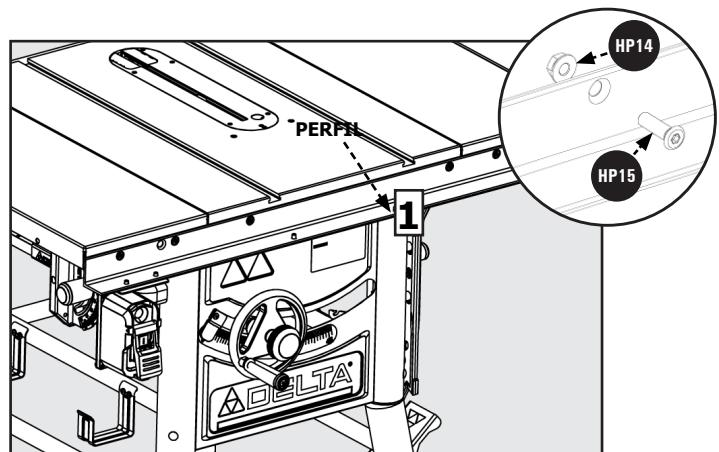

Figura 5
- Utilizando la llave Allen de mango en T de 3/16 pulgadas suministrada, fije el perfil frontal [1] a la parte frontal de la mesa usando dos tornillos de cabeza plana 5/16-18 x 1 1/8 pulgada [HP15] y dos tuercas con brida hexagonal 5/16-18 [HP14]. Ver Figura 5.